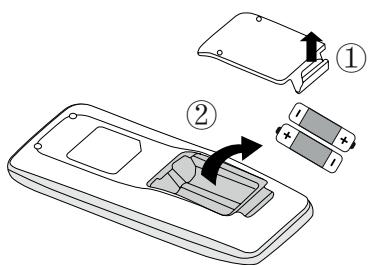

Fig. 1
1. Sollevare lo sportellino nella direzione della freccia, come mostrato in Fig. 1 ① .
2. Estrarre le batterie originali, come mostrato in Fig. 1 ② .